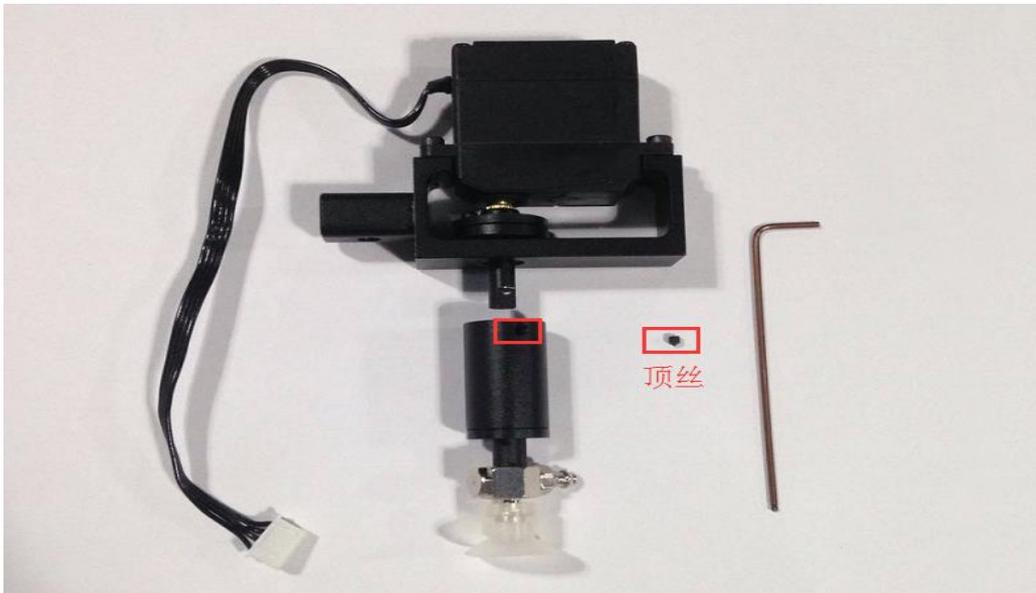

图 5.9 拆下吸盘
**步骤 1** 拆吸盘：用1.5mm内六角扳手拧松吸盘上端的固定顶丝，如图 5.9所示。